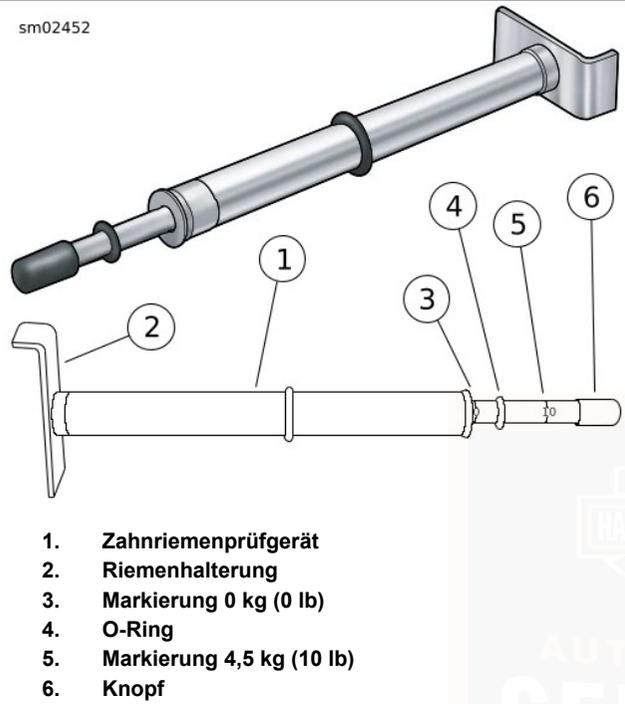

Abbildung 49. Zahnriemenprüfgerät
2. Siehe Abbildung 49. Die Riemendurchbiegung mithilfe des ZAHNRIEMENPRÜFGERÄT (TEILE-NR.: HD-35381-A) messen:
- a. Den O-Ring (4) zur Markierung 0 kg (0 lb) (3) hinschieben.
- b. Die Riemenhalterung gegen die Unterseite des Antriebsriemens auf halbem Wege zwischen den Antriebsriemenscheiben (1) anordnen.
- c. Den Knopf nach oben drücken, bis der O-Ring nach unten auf die Markierung 4,5 kg (10 lb) (5) rutscht; dort festhalten.
3. Bei stillgehaltenem Messgerät Riemendurchbiegung (2) messen.